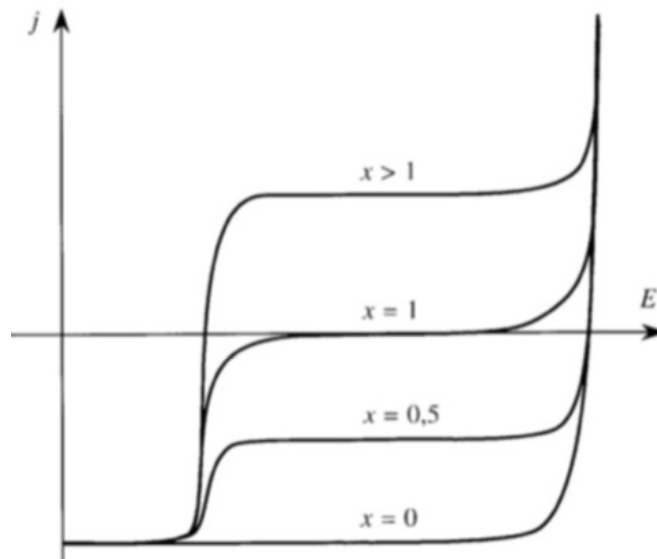

FIGURE 5: Courbes courant - potentiel d'une solution d'ions mercure (II) au cours du titrage par l'EDTA
3. Préciser l'influence de la complexation du mercure (II) sur les propriétés du couple $Hg^{2+} (aq) / Hg (l)$.
6. On note x le taux d'avancement du titrage de la solution d'ions mercure (II) par l'EDTA. Indiquer dans un tableau la composition qualitative du système pour $x = 0$; $x = 0,5$; $x = 1$ et $x = 1,5$.
7. Interpréter l'allure des courbes de la FIGURE 5. On identifiera à chaque fois les différentes réactions électrochimiques mises en jeu. Expliquer la présence des différentes vagues d'oxydation et de réduction.